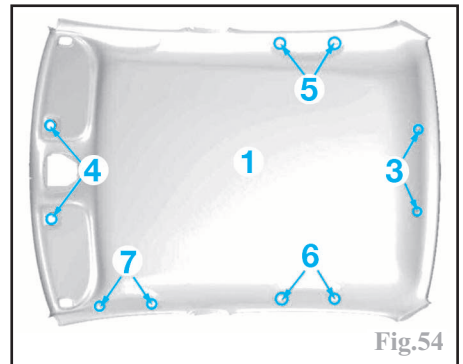

Fig.54
Prépositionner la garniture (1) sur le pavillon (Fig.54).